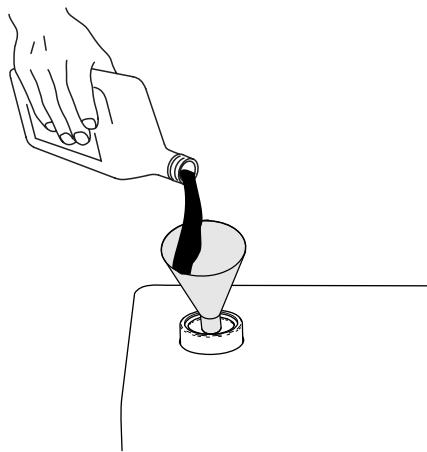

図 115
7. オイル量がディップスティック下側マークよりも少ない場合は、所定の油圧オイルを補給する図 115。オイル量が2本のマークの間に来るまでステップ4-6を繰り返す。